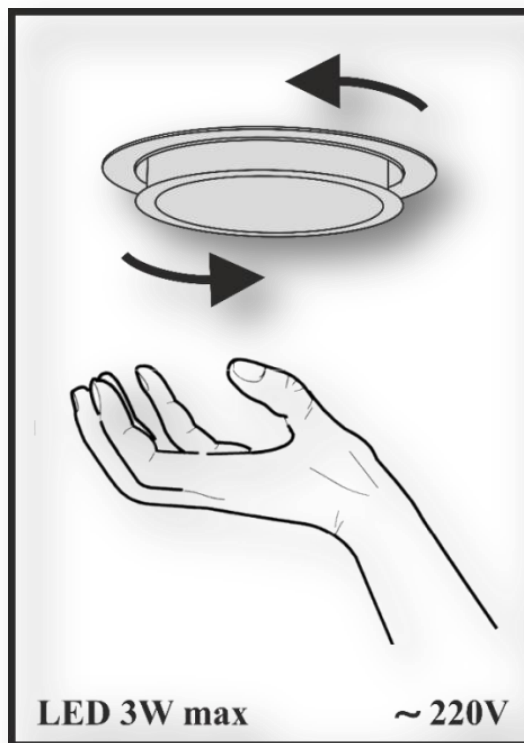

Fig. 6.3
- (1) - Placez le filtre à charbon sur le support aussi loin que possible des deux côtés.
- (2) - Tournez le filtre à charbon dans n'importe quelle direction à un angle de 90 degrés, assurant la fixation.
7.12 Sur la hotte sont établies les **LED** de la surbrillance de la zone ouvrière du fourneau. Avant le remplacement des lampes de l'éclairage il est nécessaire de débrancher la hotte du réseau électrique, donner la possibilité de se refroidir aux lampes. Pour le remplacement de la lampe il est nécessaire de déposer les filtres d'aluminium, presser la teneur de la douille de manière à la lampe est sortie du corps de la hotte et la tourner dans le sens horaires (**fig. 6.3**). Au lieu d'elle il est nécessaire d'établir la nouvelle avec les mêmes caractéristiques et établir les filtres.